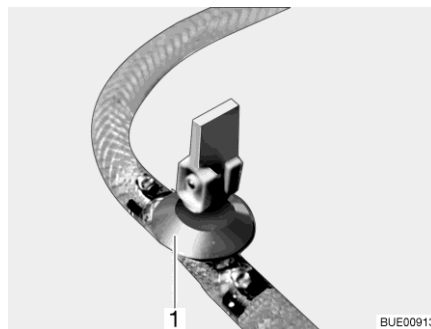

Bild 220 Ablasshahn
- Ablasshahn/Ablasshähne schließen. Dazu den Kipphebel (Bild 220,1) waagrecht stellen.
- Ablasshahn/Ablasshähne (Bild 220) öffnen. Dazu den Kipphebel (Bild 220,1) senkrecht stellen. Der Boiler wird nach außen entleert.